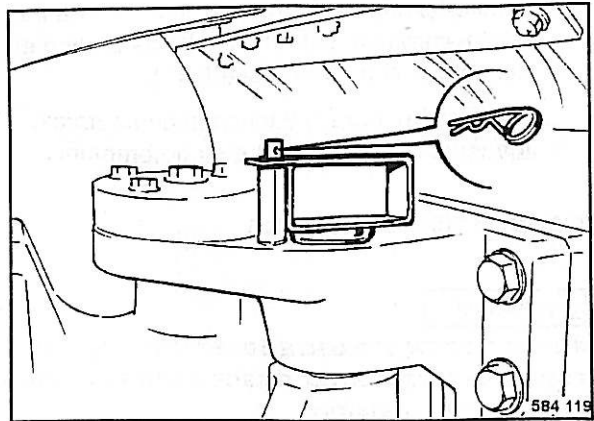

Fig. 65
- Encajar el seguro de la articulación de codo y asegurarlo con pasador elástico (Fig. 65).